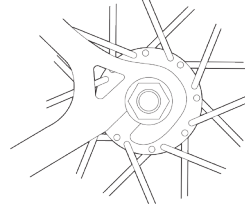

fig. 13
6. Bij een snelspanner (Quick Release), draait u de spanhendel omhoog in de GESLOTEN stand (fig. 11a). De hendel moet nu evenwijdig aan de staande of liggende achtervork staan en moet naar het wiel toe gepositioneerd staan (fig. 13). Om genoeg klemkracht uit te oefenen, moet u uw vingers om het frame klemmen om kracht te zetten, en de hendel moet een duidelijke afdruk achterlaten in uw handpalm.